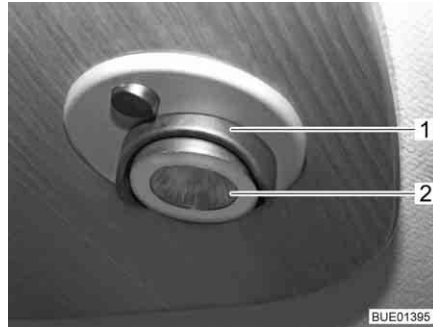

Fig. 211 Lampada alogena a incasso
La lampada alogena a incasso (Fig. 211,1) è incassata nel diaframma.
- Sollevare e rimuovere la copertura di vetro (Fig. 211,2) con un attrezzo adatto (p. es. un cacciavite).